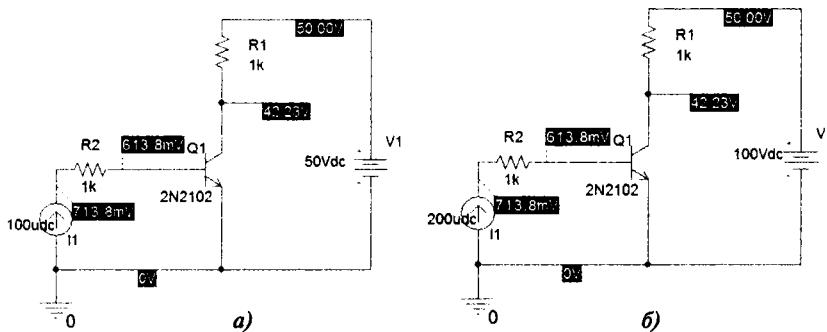

Рис. 2.44. Проверка загрузки точки смещения
- Измените схемы, как показано на рис. 2.44, а. Запустите симуляцию с помощью параметра Save Bias Point в диалоговом окне «Параметры моделирования». Результаты моделирования соответствуют новым значениям параметров.
Вернитесь к исходной схеме с током базы 200 мкА и напряжением питания 100 В (рис. 2.44, б).
После этого, выполнив моделирование, вы получите результаты, соответствующие схеме (см. рис. 2.44,а).